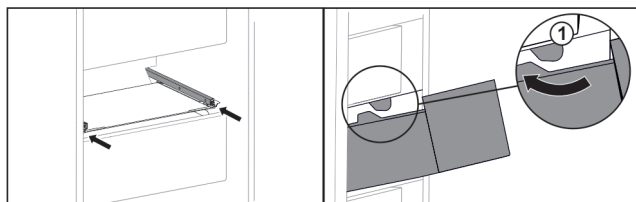

Fig. 143
- ▶ Introduzca el cajón rodeando los topes Fig. 143 (1).